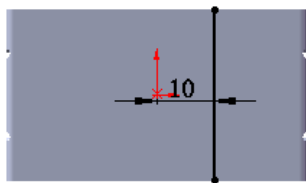
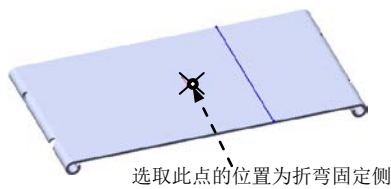

图 5.12 折弯线
图 5.13 确定折弯固定侧
② 定义折弯线草图。在草图环境中绘制图 5.12 所示的折弯线。
③ 选择下拉菜单 **插入(I)** → **退出草图** 命令，退出草图环境，此时系统弹出“绘制的折弯”对话框。
(3) 定义折弯固定侧。在图 5.13 所示的位置处单击，确定折弯固定侧。
(4) 定义钣金参数属性。在 **折弯参数(P)** 区域的  文本框中输入折弯角度 125，在  文本框中输入折弯半径 2。在 **折弯位置:** 区域中单击“材料在内”按钮 。
(5) 单击  按钮，完成绘制的折弯 1 的创建。